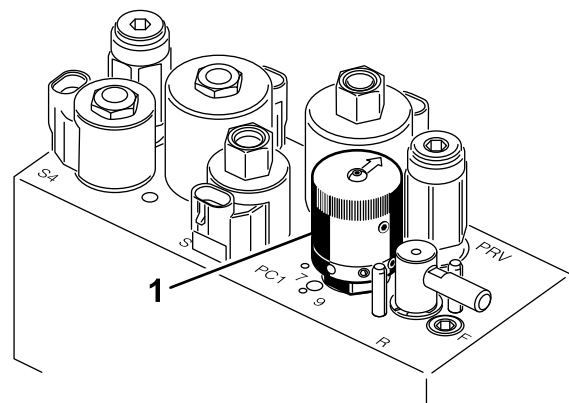

Figura 37
4. Para establecer la velocidad de los molinetes, gire el pomo (Figura 37) hasta que las flechas apunten al número que indique el ajuste deseado.